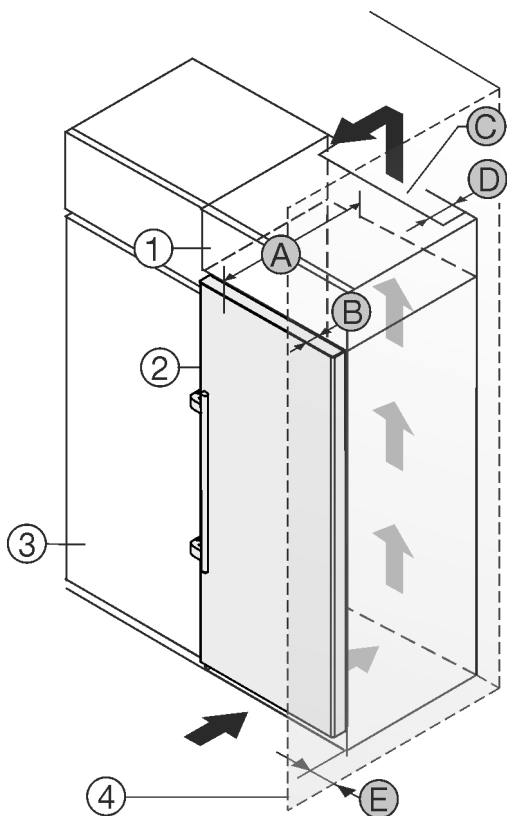

Fig. 1
- (1) Opbouwkast
- (2) Apparaat
- (3) Keukenkast
- (4) Wand
- (A) Diepte apparaat
- (B) Diepte deur
- (C) Ventilatie doorsnede
- (D) Afstand achterzijde apparaat
- (E) Afstand tot apparaatzijde
U kunt het apparaat direct naast de keukenkast Fig. 1 (3) opstellen.
Aan de achterzijde van de opzetkast moet een luchtafvoerkanaal met de diepte Fig. 1 (D) over de volledige breedte van de opzetkast aanwezig zijn.
Onder het plafond moet de ventilatie doorsnede Fig. 1 (C) worden aangehouden.
Als u het apparaat met de scharnieren naast een wand Fig. 1 (4) plaatst, moet de afstand tussen het apparaat en de wand minimaal 57 mm bedragen. Dit komt overeen met de uitsteekmaat van de handgreep bij geopende deur.
Om de deuren volledig te kunnen openen, moet het apparaat overeenkomstig de deurdiepte Fig. 1 (B) ten opzichte van het keukenkastfront uitsteken. Afhankelijk van de diepte van de keukenkasten Fig. 1 (3) en het gebruik van de wandafstandshouders kan het apparaat verder uitsteken.